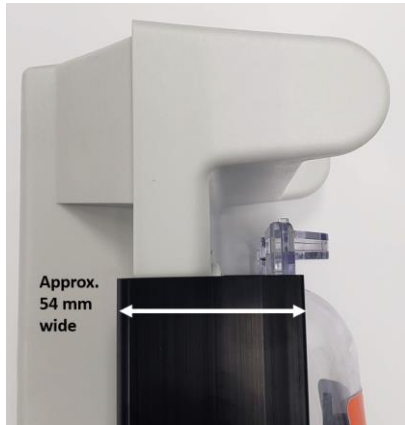

Abbildung 2: Breite Scharnierbreite 54mm
3. Wenn das Gerät über die breitere Scharnierbaugruppe verfügt, wie in Abbildung 2 dargestellt, ist es betroffen und das Scharnier sollte ersetzt werden. Smiths Medical wird Sie über die E-Mail-Adresse PressureChamberFieldCorrection@icumed.com benachrichtigen, sobald das Ersatzkit verfügbar ist. Bis das Ersatzkit verfügbar ist, führen Sie bitte die unten beschriebenen Schritte durch: